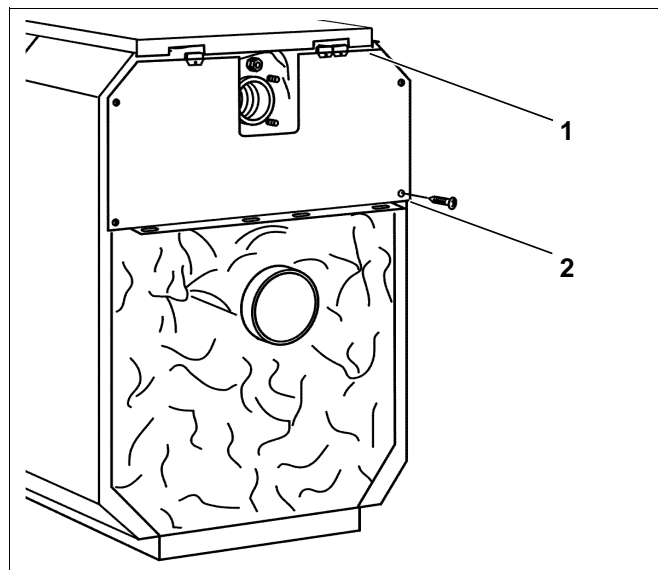

Fig. 54 Montaggio della parete posteriore superiore
- Infilare la parete posteriore superiore sotto alla copertura posteriore (fig. 54, **pos. 1**) ed avvitarela da dietro ai pannelli laterali con quattro viti autofilettanti (fig. 54, **pos. 2**).